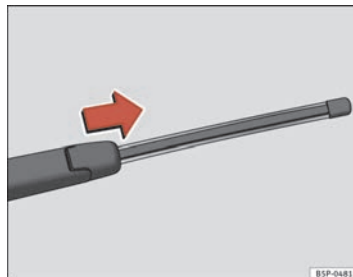

Fig. 164 Extraer la escobilla del limpiapuneta
- Separe el brazo del limpiaventana de la luneta ⇒ página 238, fig. 164
- Deslice el adaptador de la escobilla en la dirección de la flecha y retire la escobilla ⇒ página 238, fig. 164.